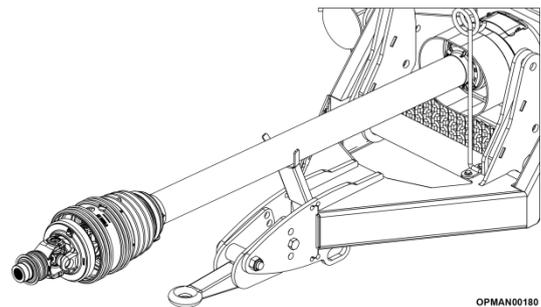

Figure 4.14 – Support de PDF
- 4.5.1.7 Si l'arbre n'est pas censé être complètement déposé, appuyez-le sur le support de la PDF de la tondeuse rotative ; voir la Figure 4.14. De la sorte l'arbre ne sera pas contaminé par les saletés.